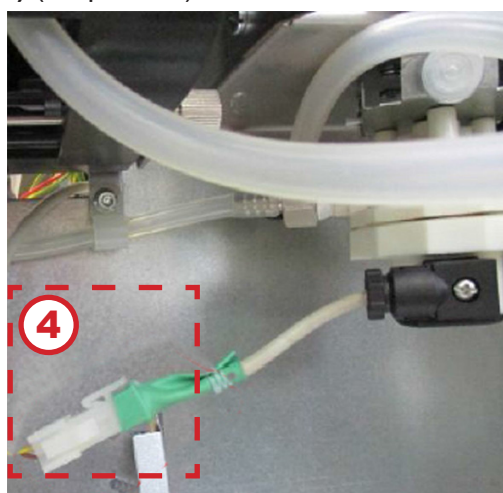

Рисунок 2.7
5. Отключите разъём **(4)** (см.рис.2.7).